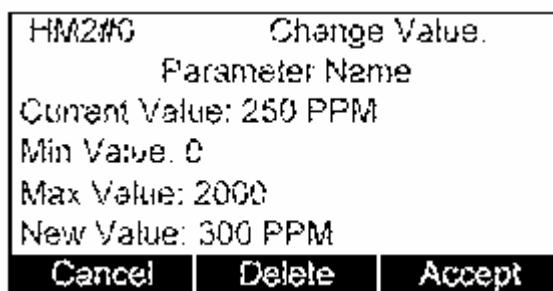

Рис. 2-8. Типовой экран для изменения численных параметров
- Для численных параметров воспроизводится экран, подобный тому, который показывается на рис. 2-8, странице 2-9. На таком экране индицируется следующая информация: